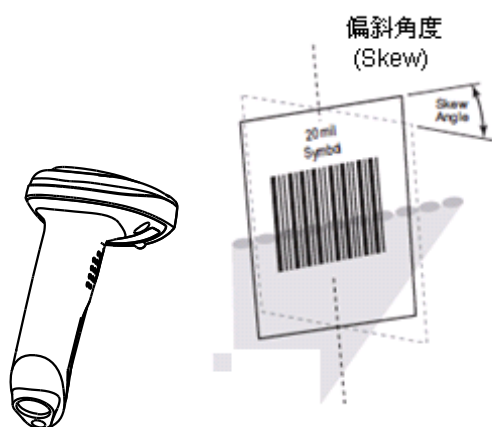

图 1-13
- ✧ 偏转角度(Skew)： $\pm 60^\circ$ ；测试条件为 0° 旋转角及 0° 倾斜角（见图 1-13）。